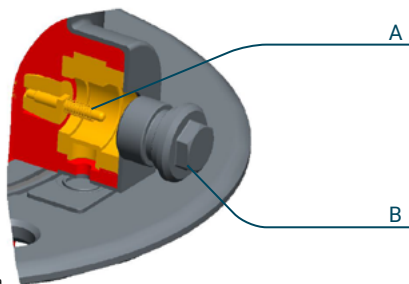

Figura 3
Per verificare le scariche parziali, la capacità o il fattore di potenza, svitare il tappo (A) e togliere la molla (B) (Figura 3). Successivamente, collegare il cavo coassiale dello strumento.
Dopo aver ultimato le misure, è necessario collegare la flangia alla messa a terra servendosi della molla e del tappo (rif. Figura 3).